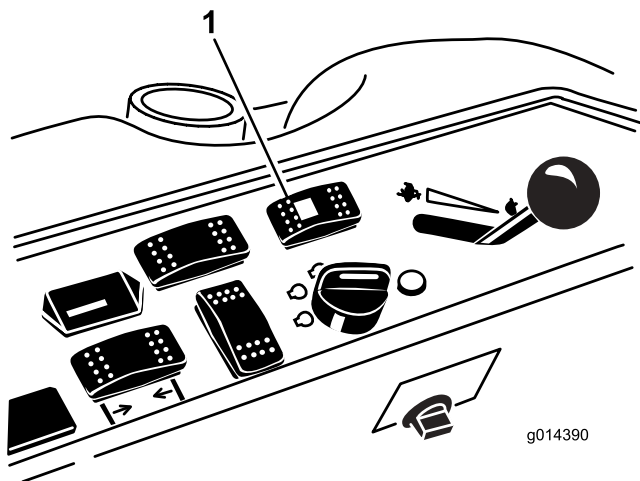

Figura 41
1. Pressione o interruptor do seletor de tração (tração às quatro rodas) para a posição traseira (Figura 41).